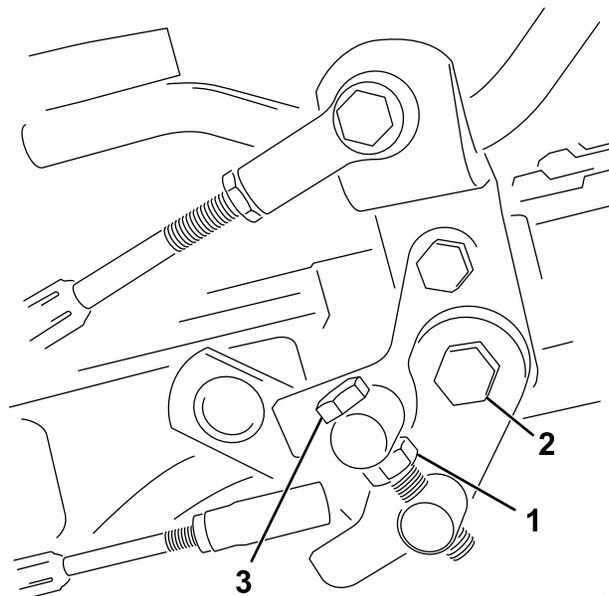

图49
1. 松开枢轴螺栓上的锁紧螺母（图49）。
4. 上紧枢轴螺栓上的锁紧螺母和踏板枢轴上的螺母，锁定调整（图49）。检查调整情况，并按需要调整。